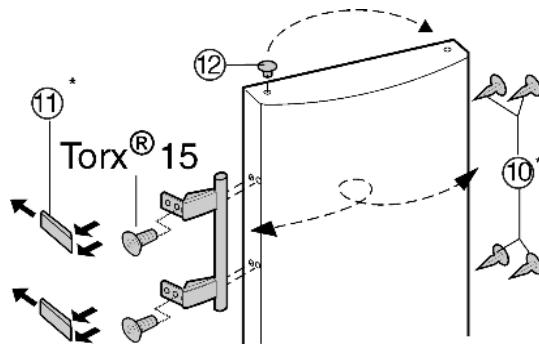

Fig. 7
- Stopfen Fig. 7 (12) aus der Türlagerbuchse herausheben und umsetzen.
- Türgriff, Stopfen Fig. 7 (10) und Druckplatten Fig. 7 (11) abmontieren und auf die Gegenseite umsetzen.